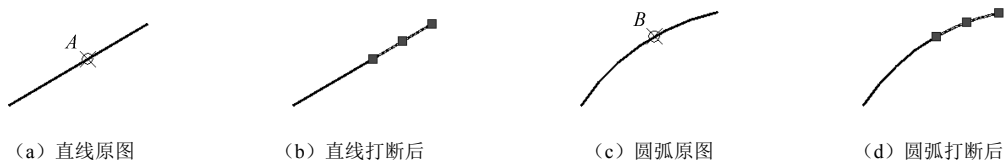

图 2-58 指定一点打断对象
(2) 指定一点打断对象 (打断于点)。该方式将选定对象在指定点处切断为两个对象, 如图 2-58 所示。
**例 2-5** 利用“打断”命令将如图 2-58 (a) 所示的直线在点 A 处打断后如图 2-58 (b) 所示。在功能区单击“修改”面板中的“打断于点”按钮 , 操作步骤如下。